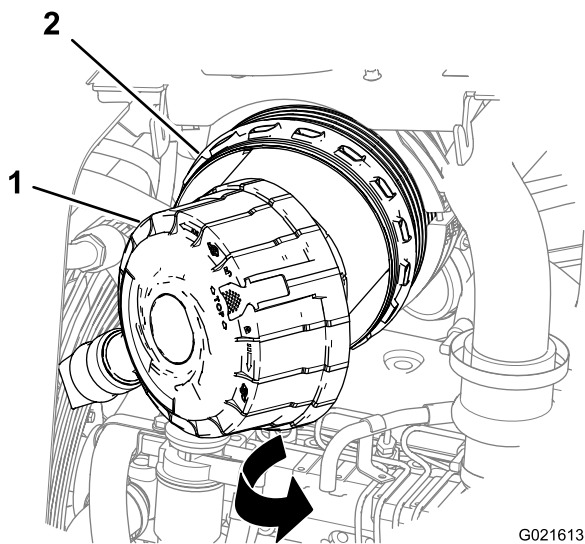

Figure 49
4. Écartez le couvercle du boîtier du filtre à air et déposez-le (Figure 49).
2. Alignez le couvercle du filtre à air sur le boîtier du filtre à air (Figure 49).
3. Avec un chiffon humide propre, nettoyez l'intérieur du boîtier du filtre à air (Figure 49).
3. Nettoyez l'intérieur du boîtier du filtre à air avec un chiffon humide propre (Figure 49).